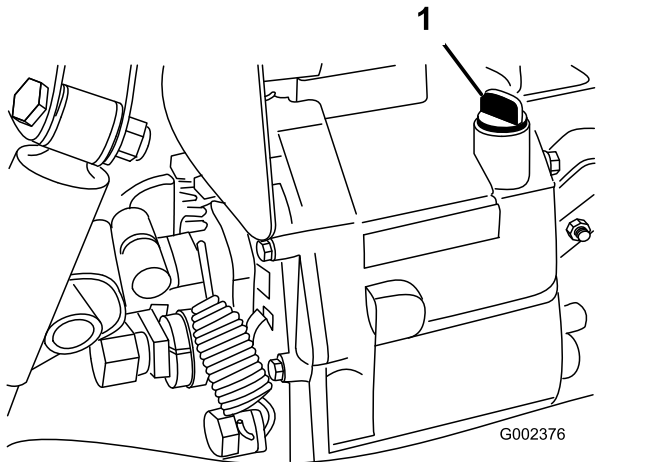

Figura 69
4. Limpe a zona em redor da vareta (Figura 69).